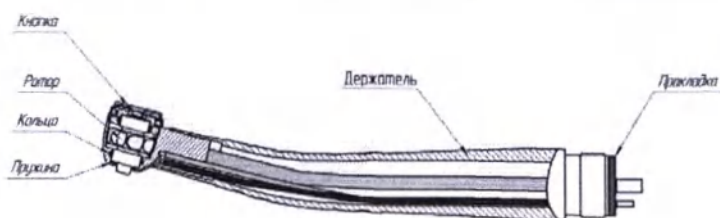
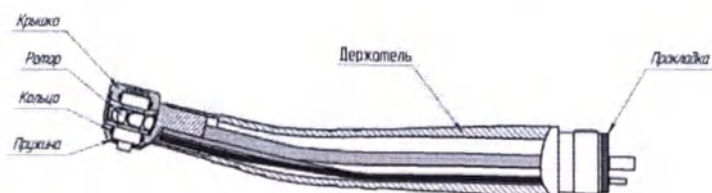

Рис. 1. АСТРА-ТК
Рис. 2. АСТРА-ТФ
2.1 Конструкция наконечника в зависимости от варианта исполнения представлена на рис. 1 и рис. 2.